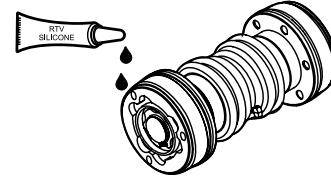

Abbildung 27. Auftragen von RTF-Silikon
6. Eine dünne Schicht RVT-Silikon auf die Kontaktflächen des Gleichlaufgelenks (Abbildung 27) und die Kupplung des linken Getriebes auftragen.